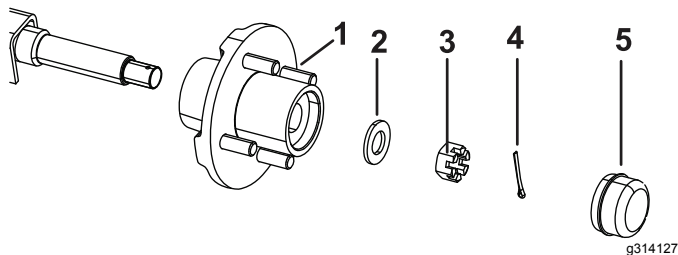

Figura 37
3. Retire el tapón guardapolvo, la claveta, el retenedor de la tuerca y la arandela del conjunto del cubo (Figura 37).